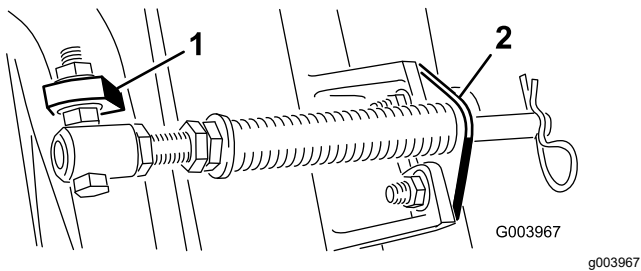

**Figura 4**
1. Retire os 2 parafusos e porcas da carroçaria que prendem o suporte da barra aos separadores da unidade de corte (Figura 4).
2. Retire a porca flangeada que prende o parafuso com cabeça do tubo de mola ao separador da estrutura de suporte (Figura 4) e retire o conjunto.
**Nota:** Posicione a cabeça do parafuso para o lado exterior do separador como se mostra na Figura 4.